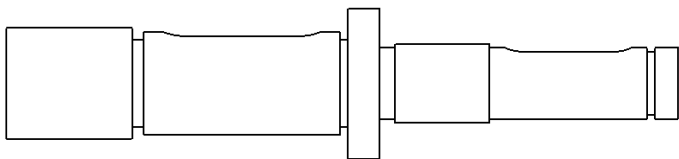

图 11-24 打开工程图文件
(1) 单击常用工具栏中的【打开】按钮，打开一幅工程图文件，如图 11-24 所示。